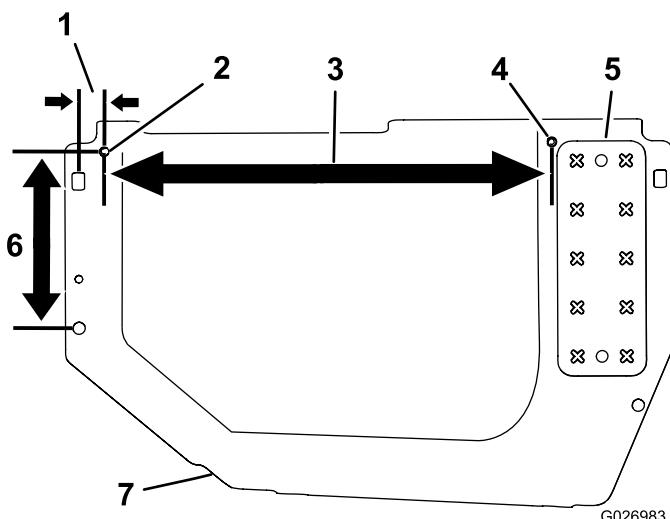
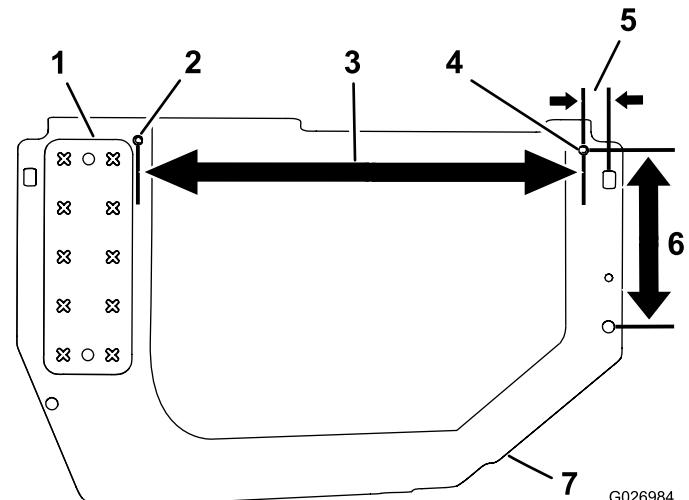

Figura 9
Figura 10
- Praticate 2 fori di 8,7 mm in ciascuna copertura in plastica (Figura 9 e Figura 10).
Nota: Utilizzate Figura 9 e Figura 10 per misurare i punti dei fori da 8,7 mm sulle coperture. Allineate il foro anteriore in ciascuna copertura con il bordo della piastra del gradino.